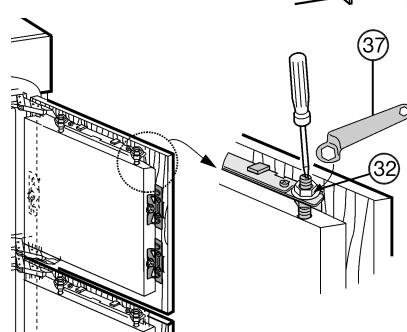

Fig. 26
- Serrer les contre-écrous Fig. 26 (32) avec la clé polygonale Fig. 26 (37) en bloquant les boulons d'ajustage Fig. 26 (33) à l'aide d'un tournevis.